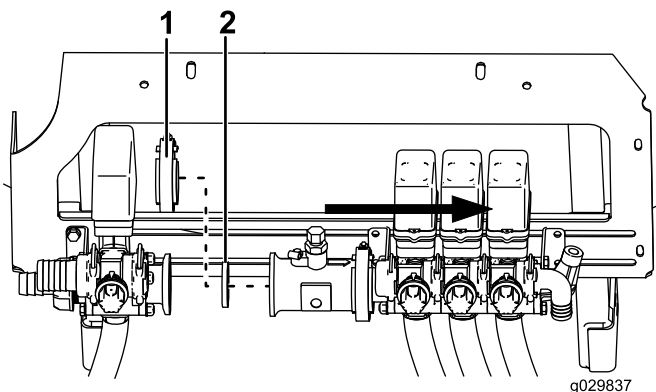

Bild 2
- Entfernen Sie die Schneckenschraubschelle und die Dichtung, und schieben Sie vorsichtig den Durchflussmesser und das Abschnittsventil vom Umwälzungsventil weg (**Bild 2**).